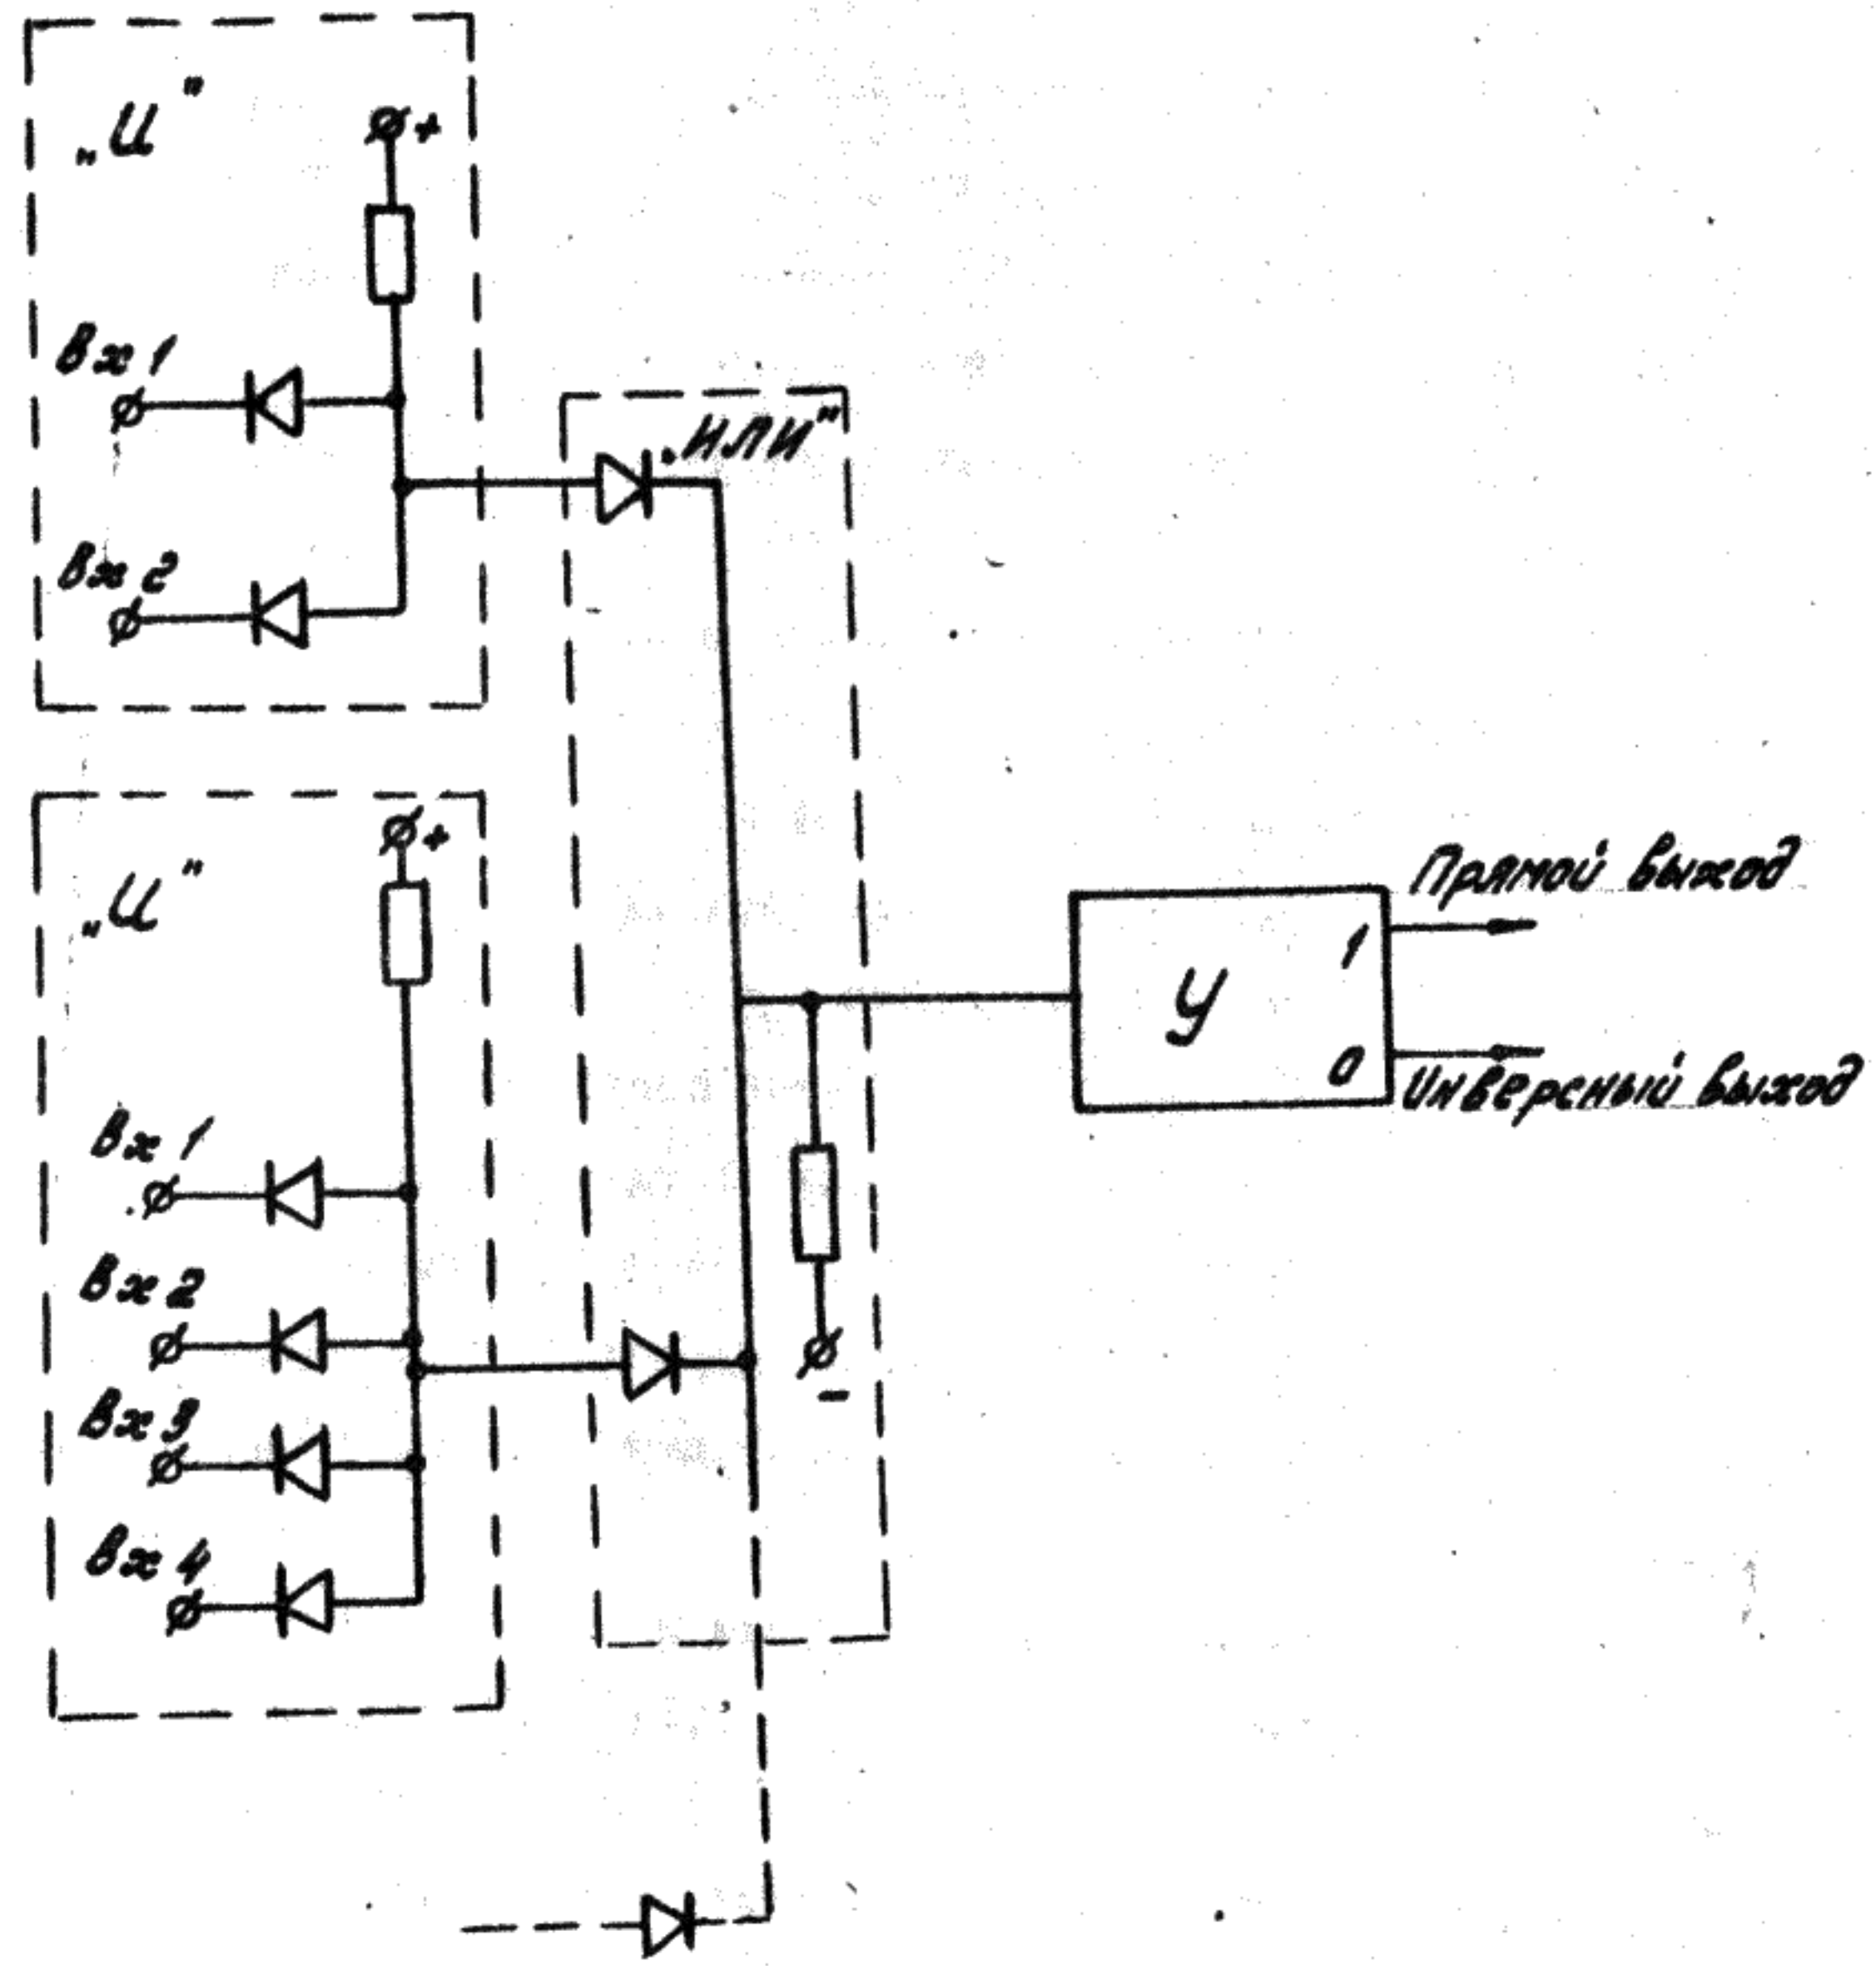

Рис. 4.1.
4.2. Блок-схема системы "диодная логика-усилитель" представлена на рис. 4.1. В основу усилителя положена схема токового переключателя, которая помимо хороших скоростных показателей имеет и хорошие логические возможности, благодаря наличию парафазного выхода.